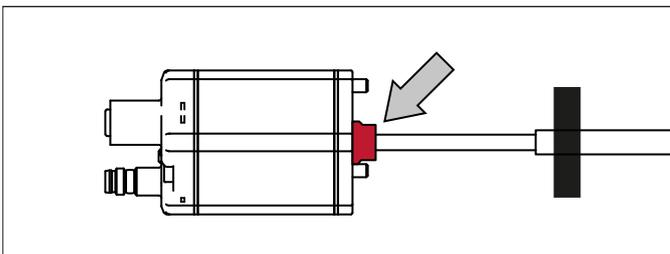

Abb. 32: Dichtung vor Einsatz in Sensorrohr HD/HL/HP entfernen
- Der Basissensor ist mit drei Schrauben am Sensorstab befestigt und lässt sich im Servicefall leicht austauschen. Entfernen Sie vor dem Einschleiben des Basissensors in das Sensorrohr HD/HL/HP die rote Dichtung am Übergang zwischen Sensorelektronikgehäuse und flexiblem Messstab (Abb. 32). Der Hydraulikkreislauf bleibt geschlossen. Mehr Informationen finden Sie im Kapitel „4.10.1 Austausch des Basissensors beim Modell RH5/RFV/RF5“ auf Seite 40.